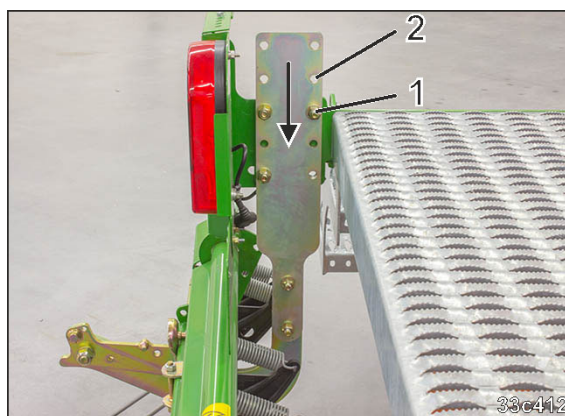

Fig. 188
- 2.1 Solte os parafusos (Fig. 188/1).
- 2.2 Desloque o suporte para o novo padrão de furo (Fig. 188/2).